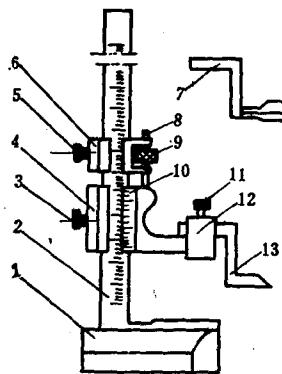

图 1-1.17 高度游标卡尺
(5) 高度游标卡尺 高度游标卡尺的刻线原理、读数方法、测量精度与游标卡尺相同。主要用于在平台上测量零件的高度和划线。它由基座1、主尺2, 副尺4 (游框)、微动装置 (5、6、8、9)、划线爪13、测量爪7和制动螺钉3等组成。主尺与基座紧固地连在一起, 基座下面为工作平面, 副尺可沿主尺上、下移动。测量爪或划线爪可用框架12和螺钉11固定在副尺上 (图1-1.17)。微动装置的使用和游标卡尺一样。